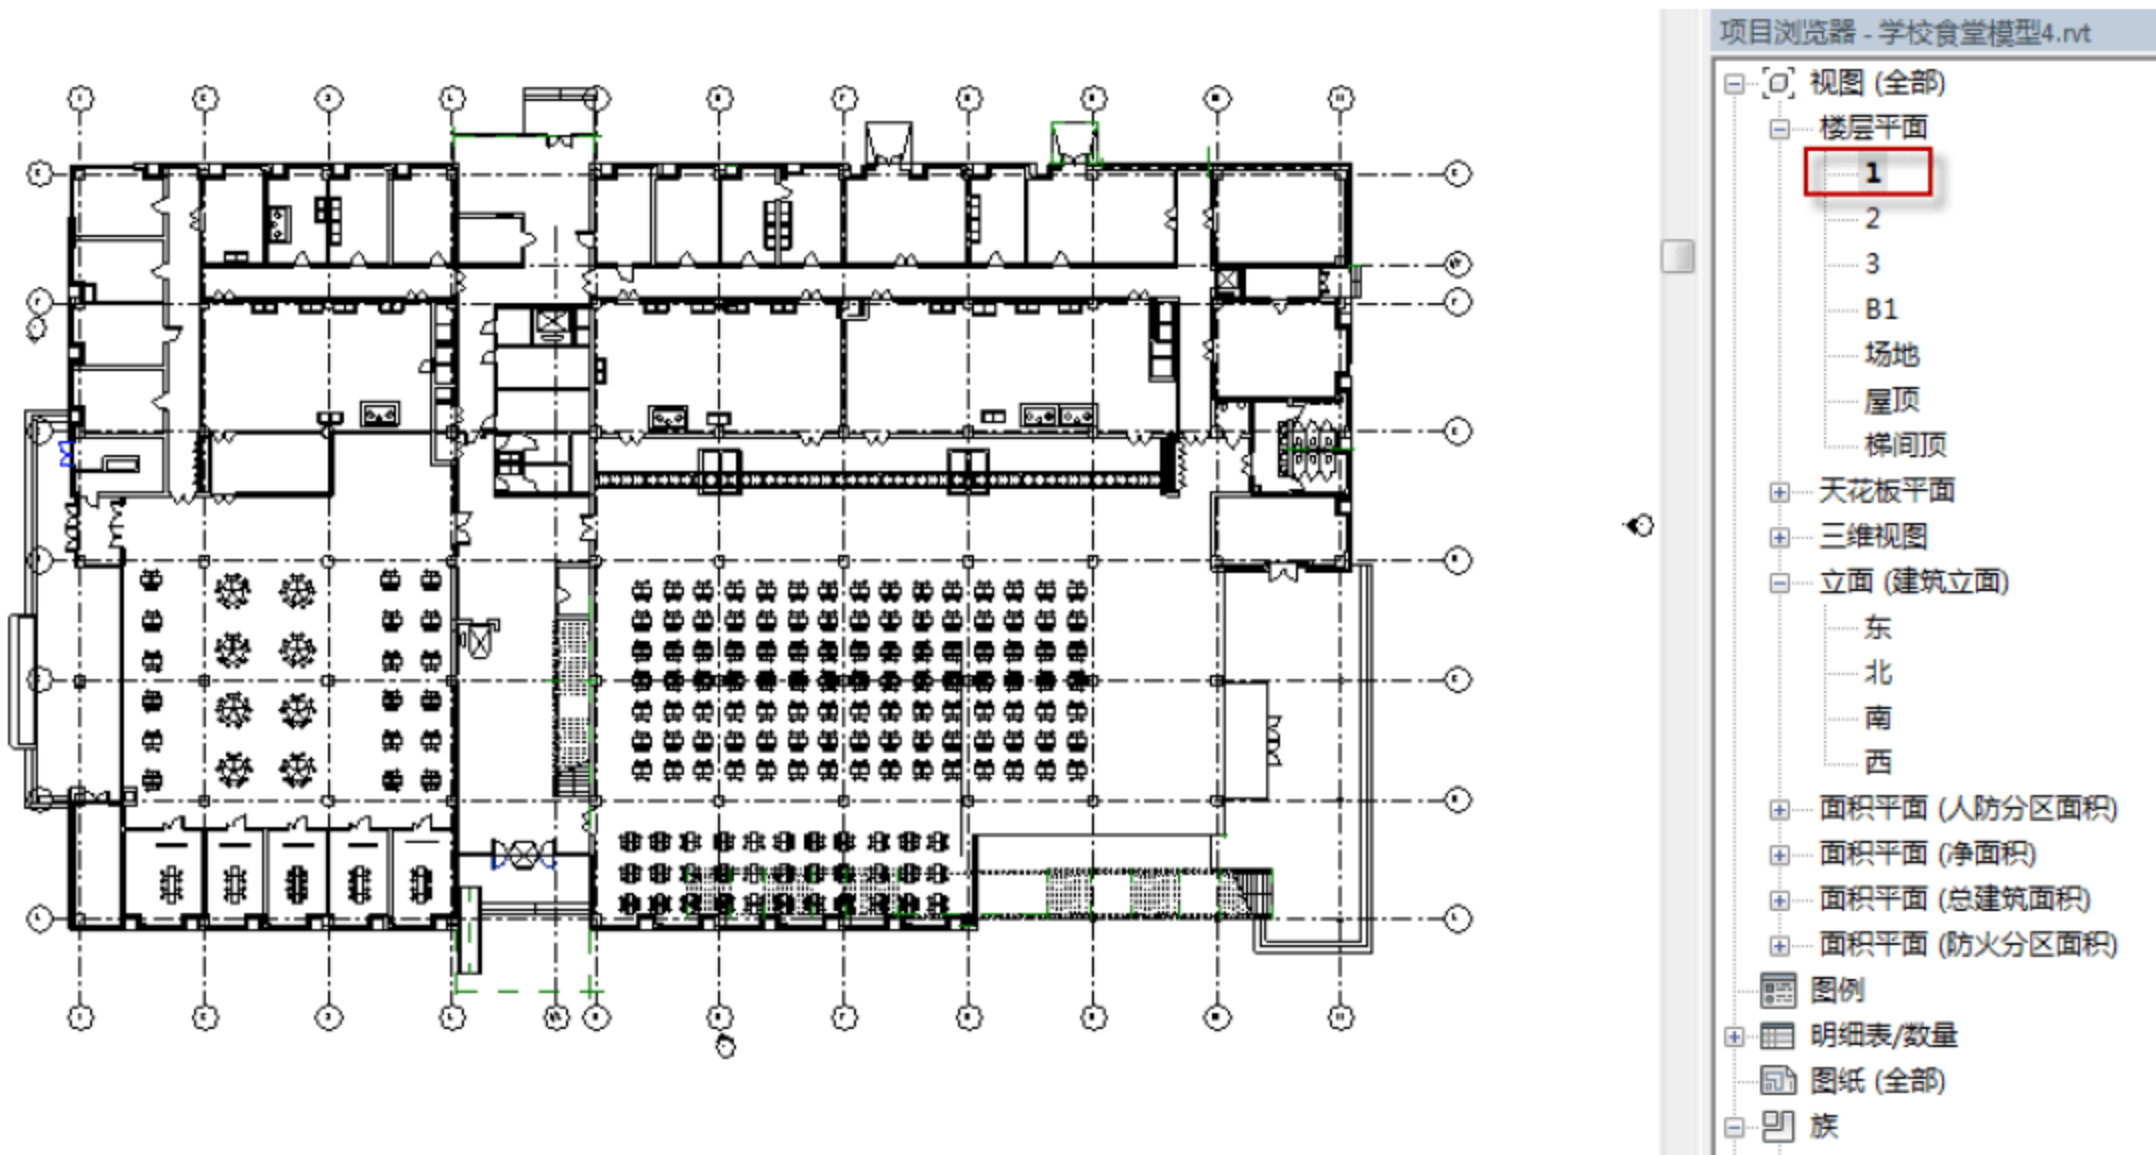

图 13.1.1 切换一层平面图
(1) 切换到一层平面图。在“项目浏览器”面板中，选择“楼层平面”→“1”视图，从立面视图进入一层平面视图，如图 13.1.1 所示。